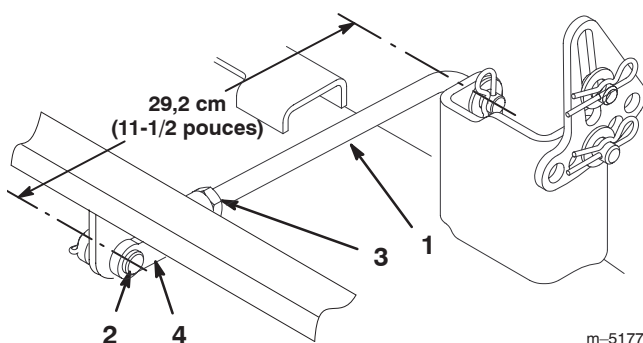

Figure 39
6. Mesurez la longueur du tourillon arrière (Fig. 39). Si elle n'est pas égale à 29,2 cm (11-1/2 pouces), retirez l'axe de chape et la goupille fendue à l'extrémité du tourillon (Fig. 39), desserrez l'écrou de blocage et tournez la chape jusqu'à obtention de la longueur voulue. Fixez ensuite la chape avec l'axe et la goupille fendue. Répétez la procédure de l'autre côté de la tondeuse.
12. Quand l'inclinaison avant/arrière voulue est obtenue, serrez les écrous de blocage (Fig. 39 et 41).